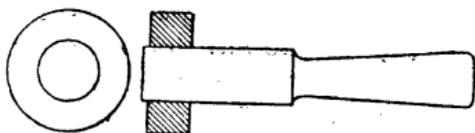

Fig. 668.
**Tampons types d'alésage** (fig. 668). — Calibre destiné à vérifier les diamètres des pièces qui se répètent,